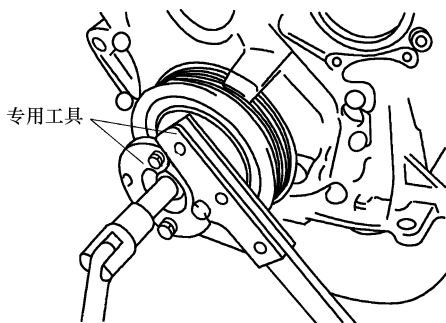

图 1-11 拆下曲轴传动带轮螺栓
- ① 使用专用工具, 拆下传动带轮螺栓, 如图 1-11 所示。